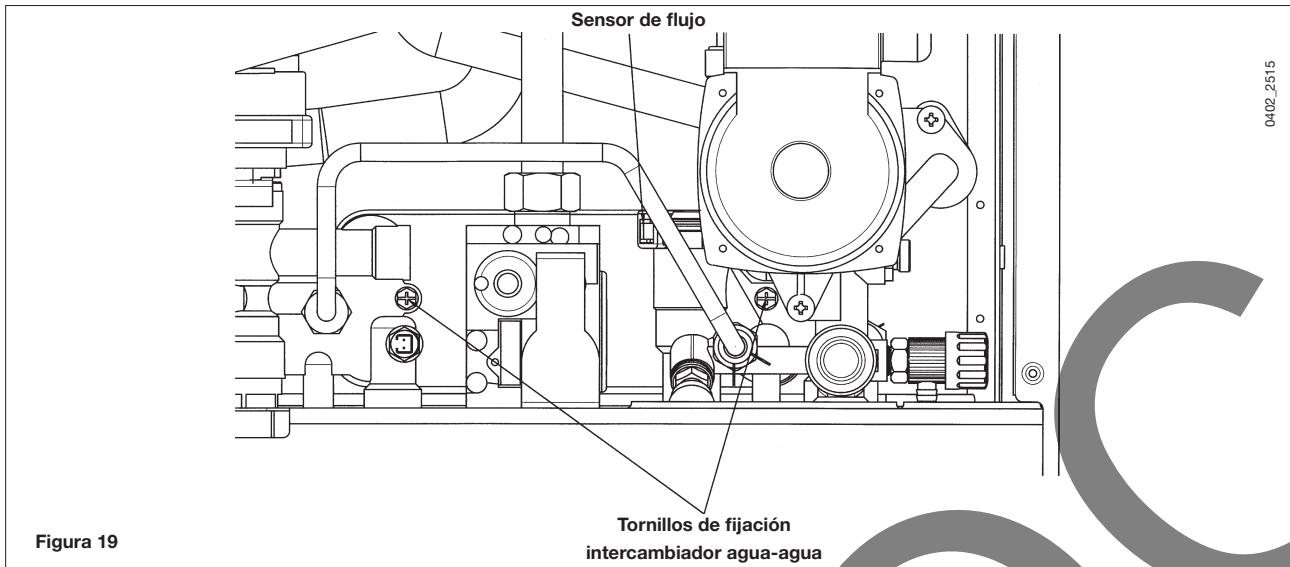

Figura 19
- Retirar los dos tornillos, frontalmente situados, de fijación del intercambiador agua-agua y extraerlo de su ubicación (figura 19).
- Destornillar la tuerca presente en el grupo sensor de flujo (figura 19).